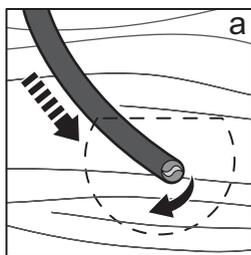
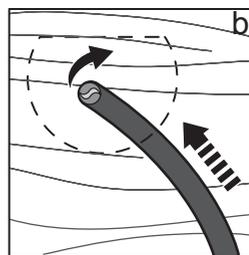

Рис. 22
Рис. 23
- > Помните, когда используете изделие без направляющей, при движении в сторону оно вращается слева направо (Рис. 22), а при движении от оператора – справа налево (Рис. 23).